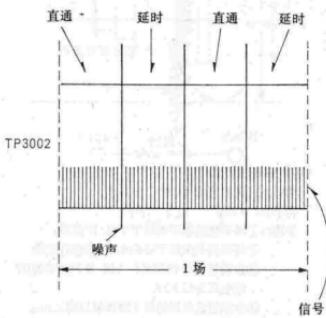

图14
- ④重放刚录制的磁带并置录像机于“CUE”模式;
⑤调节VR3801,使延时边电平等于正常边电平(波形变为平坦),如图14所示。